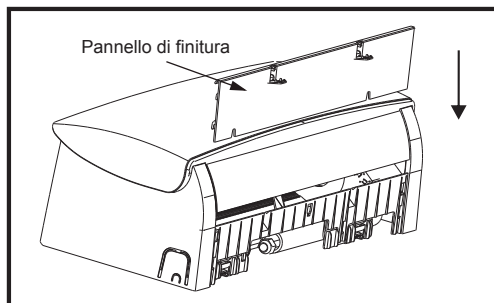

Fig. 20
8) Installare il pannello di finitura nell'unità interna come mostrato nella Fig. 20, quindi installare la vite e chiudere il coperchio.